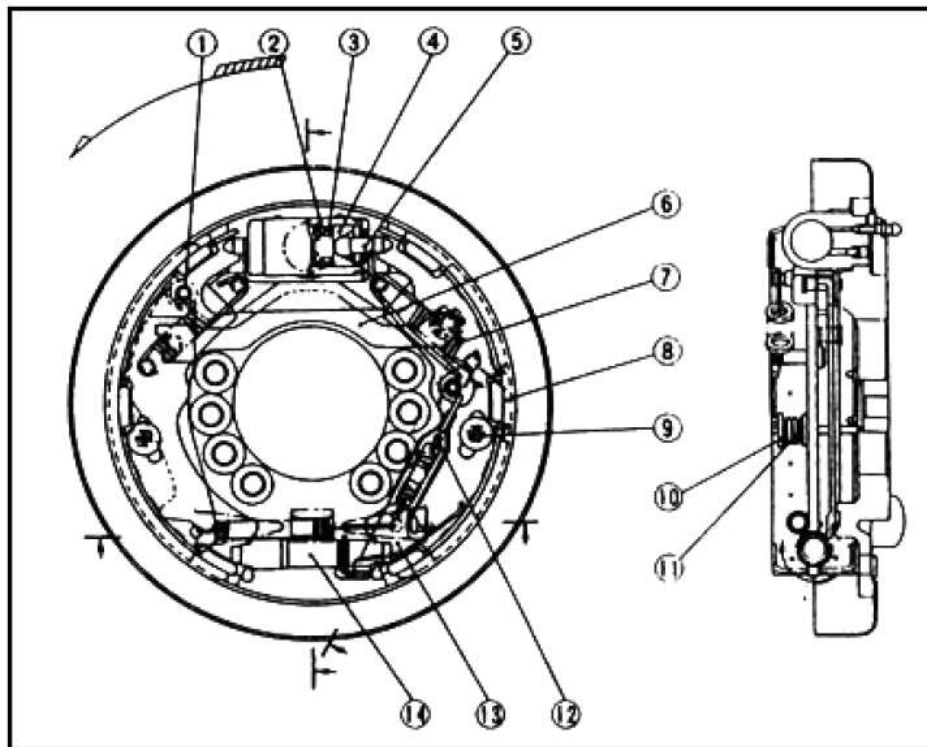

Рис. 3-3-5. Тормоз:
3.4. Рабочий тормоз (Рис. 3-3-5) .